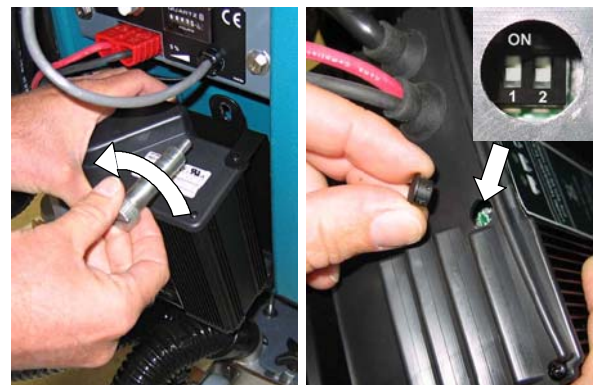

FIG. 29
1. Tag ut laddaren ur maskinen (fig. 29).
2. Avlägsna pluggen ur laddarens botten så att du kommer åt profilomkopplarna (fig. 29).